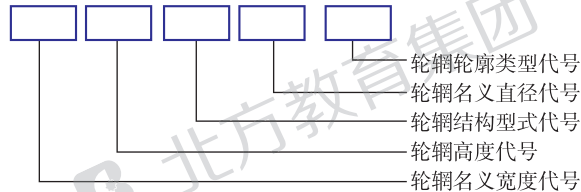

图 8 国产轮辋规格的表示方法
(3) 现有轮辋规格代号通过国标 GB/T2933-1995 的表示方法来表示（如图 8 所示）。